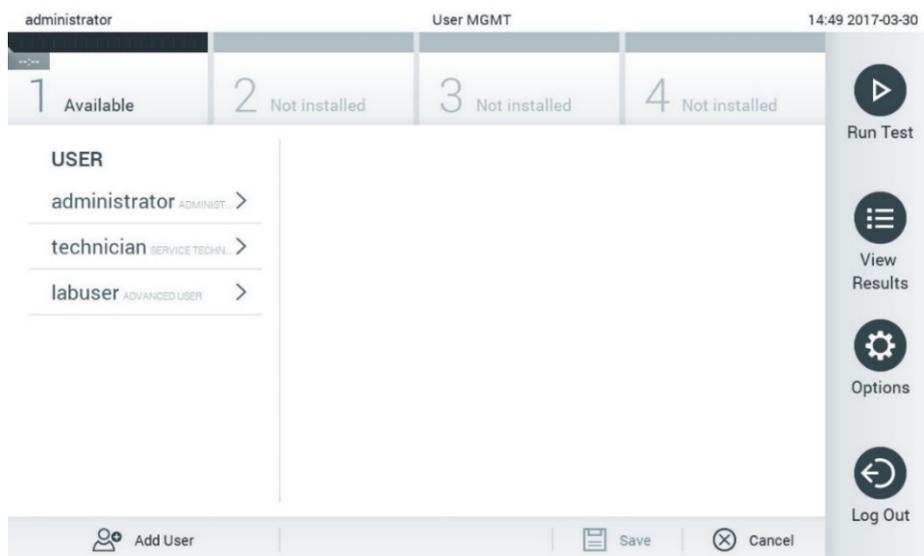

Figura 59. A tela User Management (Gerenciamento de usuários).
1. Pressione o botão Options (Opções) e o botão User Management (Gerenciamento de usuários). A tela User Management (Gerenciamento de usuários) é exibida na área de conteúdo da tela (Figura 59).